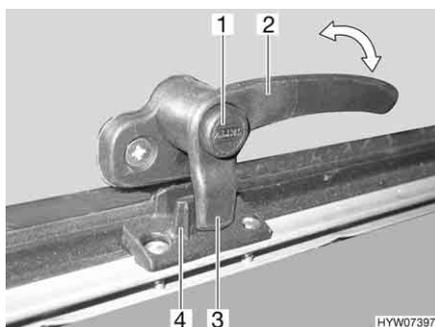
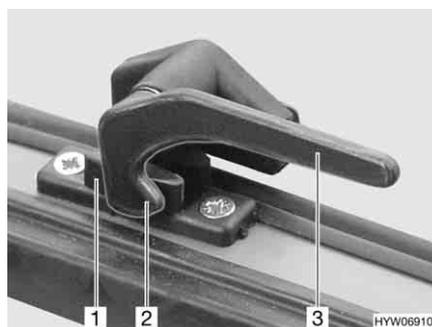

Fig. 52 Leva di serraggio con bottone di sicurezza in posizione "Chiuso"
Fig. 53 Leva di serraggio in posizione "Chiuso"
- Se presente, premere e tenere premuto il bottone di sicurezza (Fig. 52,1).
- Ruotare la leva di serraggio (Fig. 52,2 o Fig. 53,3) di un quarto di giro verso il centro della finestra.
- Ruotare la leva di serraggio (Fig. 52,2 o Fig. 53,3) di un quarto di giro verso il telaio della finestra. Il nasello di chiusura (Fig. 52,3 o Fig. 53,2) della leva di serraggio si trova completamente sul lato interno della chiusura della finestra (Fig. 52,4 o Fig. 53,1).
- In posizione "Completamente chiusa" (Fig. 52 e Fig. 53)